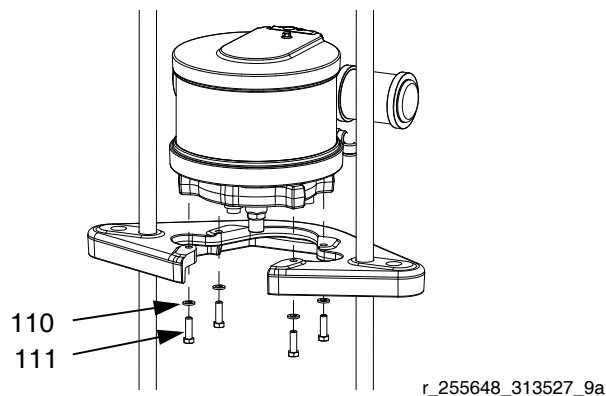

FIG. 25: NXT 200-1800 con plato de 200 l (55 gal.)
- b. Para el NXT 200-1800 con plato de 200 l (55 gal.) (unidades de suministro D200 de 7,6 cm [3 pulg.] y D200s de 16,5 cm [6,5 pulg.]): Retire los tornillos (111) y arandelas (110) que fijan el motor al plato de montaje. Vea FIG. 25.
2. *Para el NXT200-1800:* Fije el motor a la ménsula de montaje con los tornillos (111) y arandelas (110). Vea la FIG. 25 en la página 27.
- b. Conecte la manguera de aire al motor. Si usa un DataTrak remoto, conecte las conexiones eléctricas del motor neumático. Vea la FIG. 25 en la página 27.
3. Conecte la manguera de aire al motor. Si usa un DataTrak remoto, conecte las conexiones eléctricas del motor neumático. Vea la FIG. 25 en la página 27.